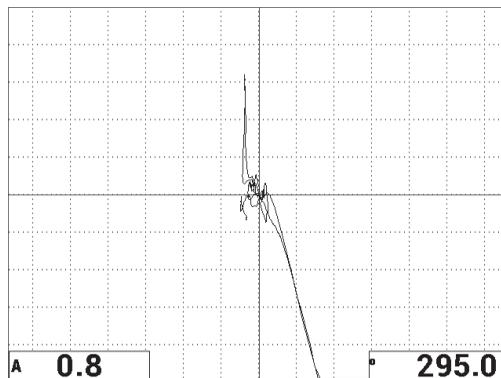

Figura 6-35 Segundo rastreamento sobre a área com descolamento e reparada
9. Pressione a tecla FREEZE (❄) para descongelar a aquisição, pressione a tecla (→) para exibir a tela cheia e, em seguida, rastreie lentamente a área descolada e reparada novamente (veja Figura 6-35 na página 154).